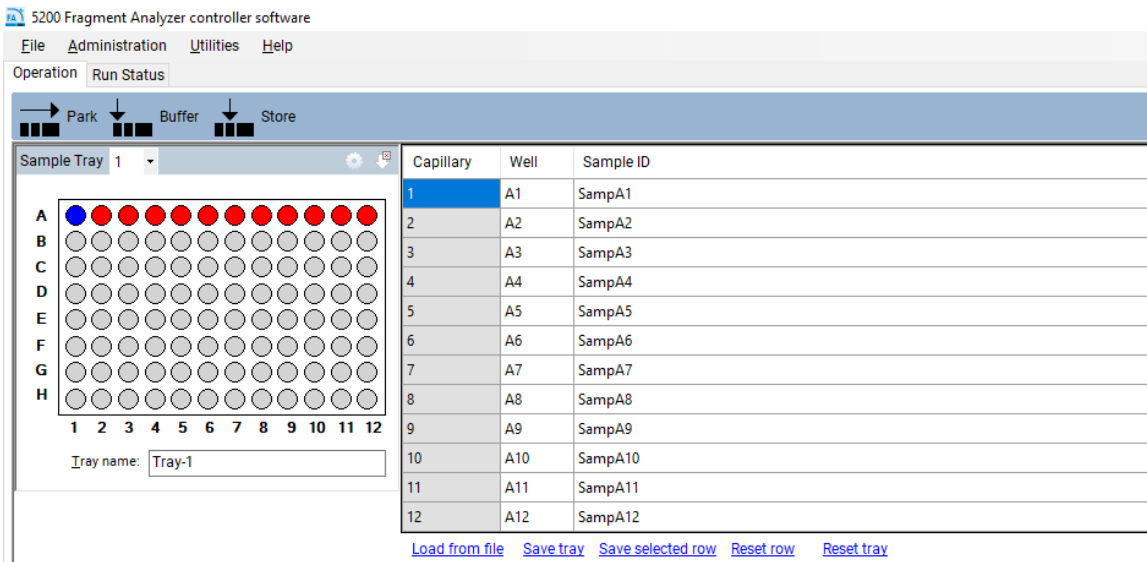

Abbildung 80 Manuelle Eingabe von Probennamen
- 3 Wählen Sie **Save tray** (Tray speichern) oder **Save selected row** (Ausgewählte Reihe speichern), um die Datei im TXT- oder SCV-Format zu speichern (**Abbildung 80**).